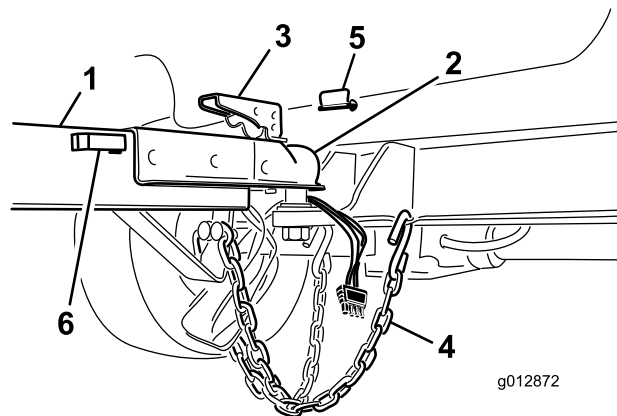

図 11
2. トングのカップラレバーを持ち上げながら、カバをボールヒッチの上に降ろす（図 11）。